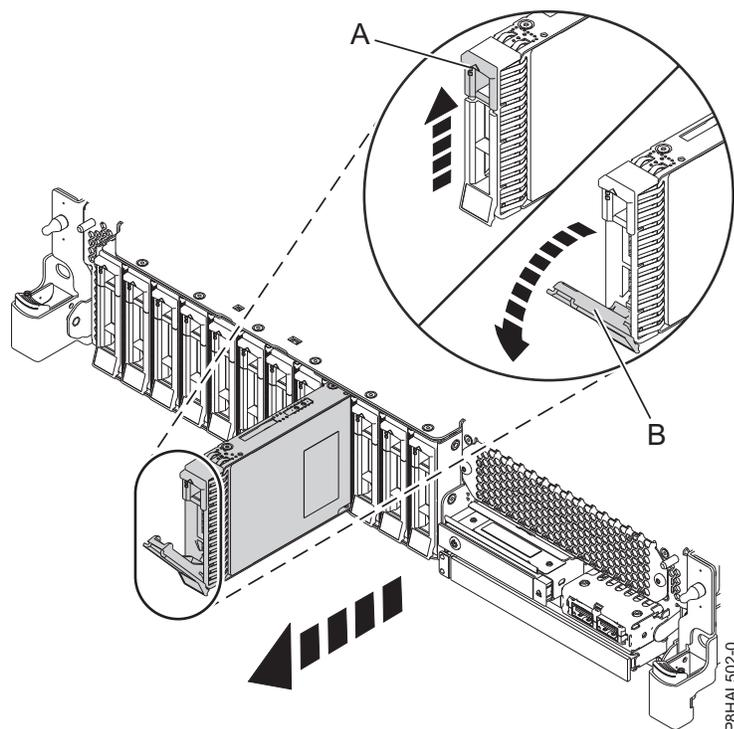
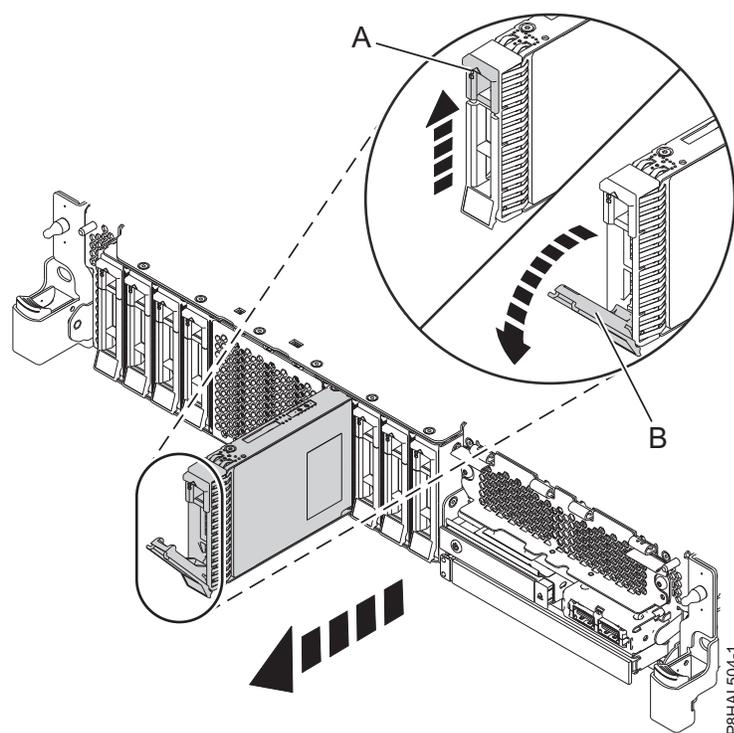

Figura 74. Remover uma unidade de disco de um sistema de função base
Figura 75. Remover uma unidade de disco de um sistema de função expandida
5. Quando o LED de identificação fica aceso, desbloqueie a pega do compartimento de unidade (**B**) premindo o trinco da pega (**A**) e puxando-a para fora, como é mostrado na Figura 74 na página 81 e a Figura 75 na página 81.